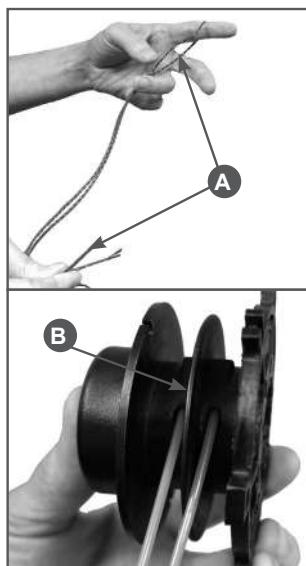

Рис. 20 Подготовка корда
2. Отрежьте корд длиной примерно 4 м. Сложите его вдвое и выровняйте концы (Рис.20А). Свободные концы корда загните и вставьте в отверстия в катушке (Рис.20В).